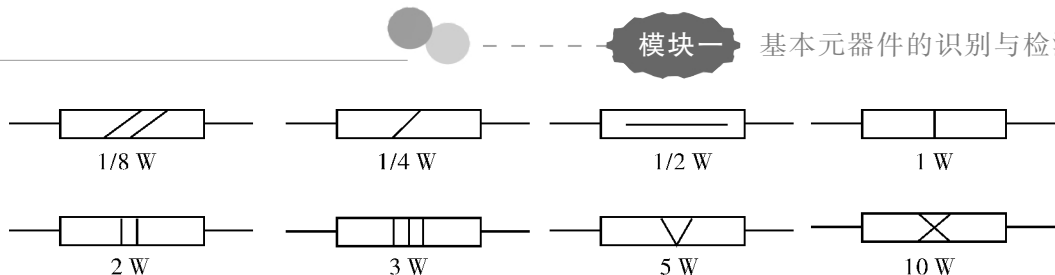

图 1-1-4 电阻功率的符号表示法
(1) 额定功率：指在规定的环境温度和湿度下，假定周围空气不流通，在长期连续负载而不损坏或基本不改变性能的情况下，电阻器上允许消耗的最大功率。为保证安全使用，一般选其额定功率比它在电路中消耗的功率高 1.5~2 倍。额定功率分 19 个等级，常用的有 0.05W、0.125W、0.25W、0.5W、1W、2W、3W、5W、7W、10W，在电路图中非线绕电阻器额定功率的符号表示如图 1-1-4 所示。